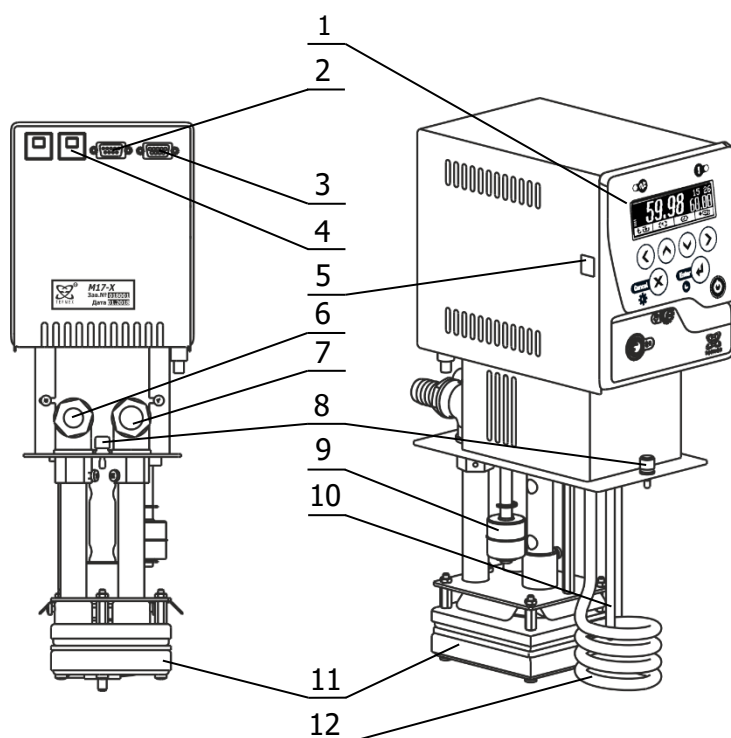

Рисунок 1 – Устройство блока регулирования
1.4.2 Работа блока регулирования заключается в поддержании заданной температуры теплоносителя, циркулирующего в ванне термостата, а также, во внешнем потребителе в случае его подключения. Циркуляция теплоносителя обеспечивается насосом 11 (рисунок 1). Подача теплоносителя внешнему потребителю производится через штуцер 6, а его возврат в ванну термостата — через штуцер 7.
2.2.2 Соединить шлангом-перемычкой из комплекта поставки входной 6 и выходной 7 штуцеры (рисунок 1) насоса блока регулирования. Закрепить шланг-перемычку на штуцерах, используя хомуты из комплекта поставки блока регулирования.